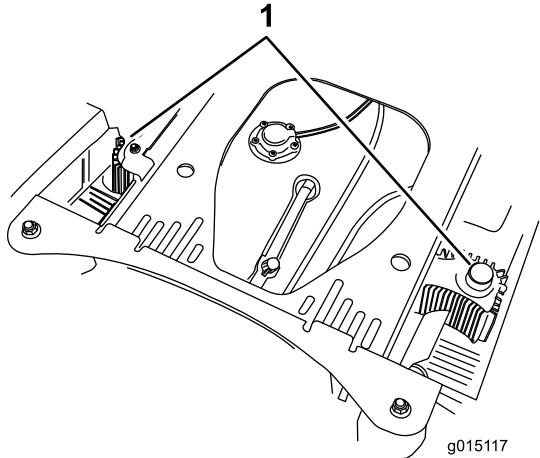

Figure 86
4. Débarrassez les protections de l'unité hydraulique de l'herbe et des débris accumulés (Figure 86).